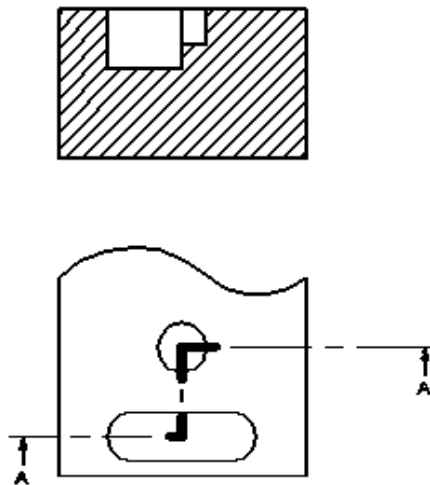

Fig. 23
5) Si las secciones de la misma parte en planos paralelos se muestran lado por lado, el rayado debe ser idéntico, pero puede no ser convergente a lo largo de la línea divisoria entre las secciones si se considera que existe mayor claridad, Fig. 23.